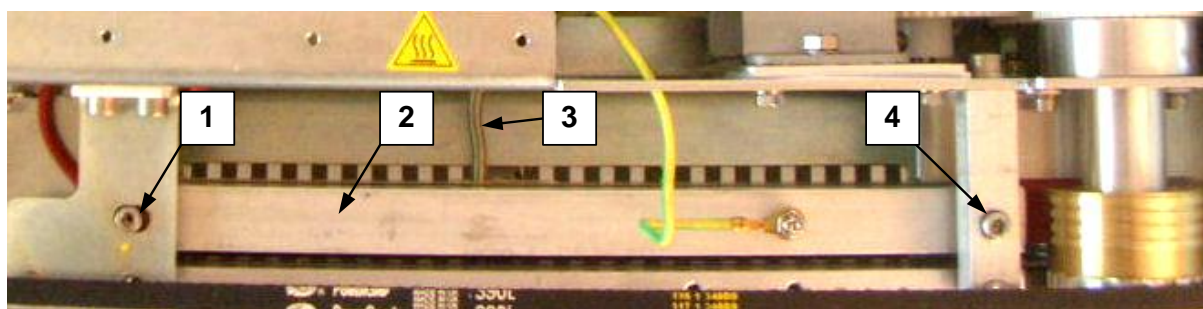

fig.5.14
- svitare le due spine di guida (n.1 e n.4-fig.5.14)
- estrarre dalla macchina il gruppo barra saldante-resistenza (n.2-fig.5.14)
- disimpegnare l'attacco della sonda di temperatura ruotando la sua ghiera di blocco e sfilare il terminale della sonda stessa (n.3-fig.5.14) dalla barra saldante inferiore.